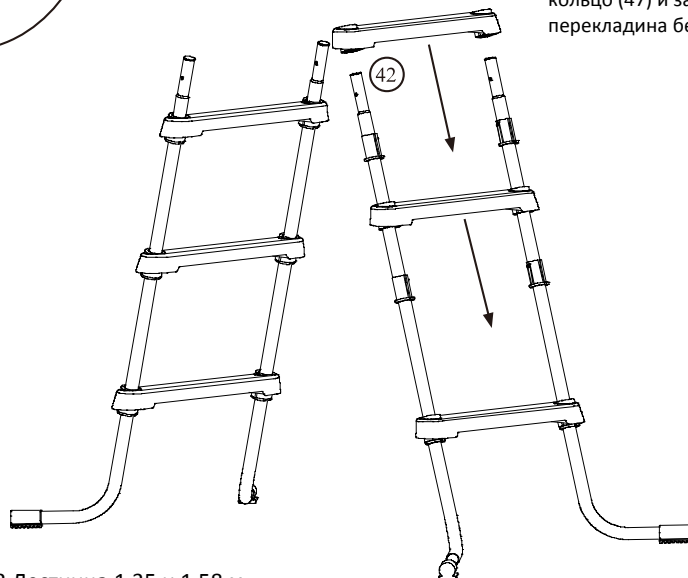

РИС.3 Лестница 1,35 и 1,58 м
4. Repeat Steps 2 and 3, installing the rest of the ladder step clips(44) and steps (42) for the first section.
6. The Machine Screws (45) should be installed from the inside of the Handle (41), and out through the Ladder Handle Brace with Safety Label (49) on the outside. Make sure that the English warning label is facing out on both handle sections. Install the Lock Washer (47), and thread the Cap Nut (48) on until the Ladder Brace tightens up against the Handle.
7. Stand both ladder leg sections in the upright position, with feet facing outward, as shown in Figure 3. Place the ladder handles (41), with the ladder handle braces on the outside of the ladder, on top of both ladder leg sections.
9. From the inside of the ladder handles, insert the four machine screws (45) through the flat washers (46), then through the
4. При установке остальных зажимов (44) и ступенек (42) первой секции, повторите шаги 2 и 3.
6. Вставьте крепежные винты (45) с внутренней стороны рукоятки лестницы (41), пройдите через перекладину безопасности (49) и затем зафиксируйте его с внешней стороны. Убедитесь, что значок со знаком «Внимание» (Warning) на английском языке виден из под обеих ручек лестницы. Зафиксируйте зажимное кольцо (47) и закрутите накидную гайку (48) до тех пор, пока перекладина безопасности плотно не приляжет к ручке лестницы.
7. Поднимите обе секции лестницы так, чтобы основание было внизу, как показано на РИС. 3. Установите на них рукоятки (41) (перекладины безопасности должны быть с внешней стороны лестницы по обеим сторонам).